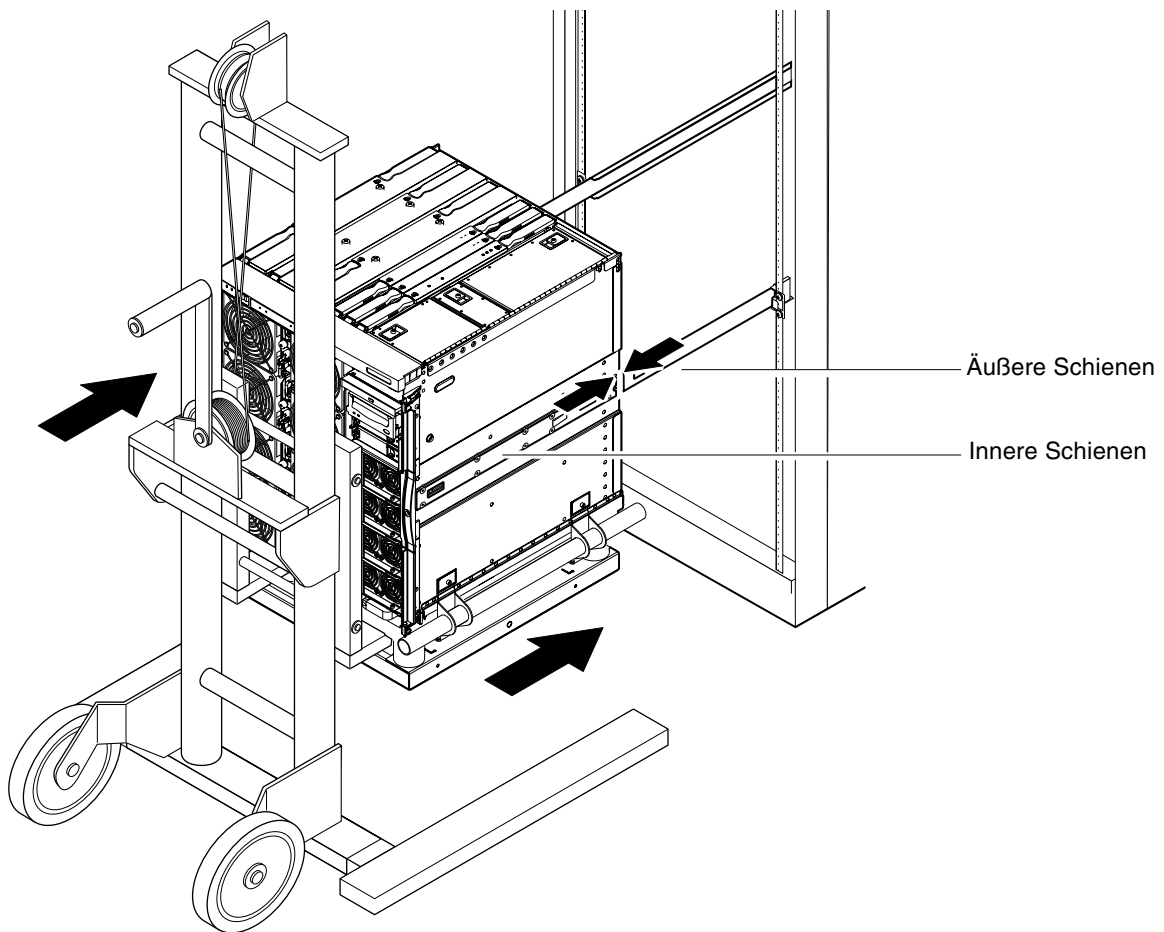

ABBILDUNG 1-11 Ausrichten der Schienen
6. Bewegen Sie das Hubgerät vorsichtig nach vorn, bis die Schienen am Server vollständig in die äußeren Schienen am Schrank eingeschoben sind (ABBILDUNG 1-11).